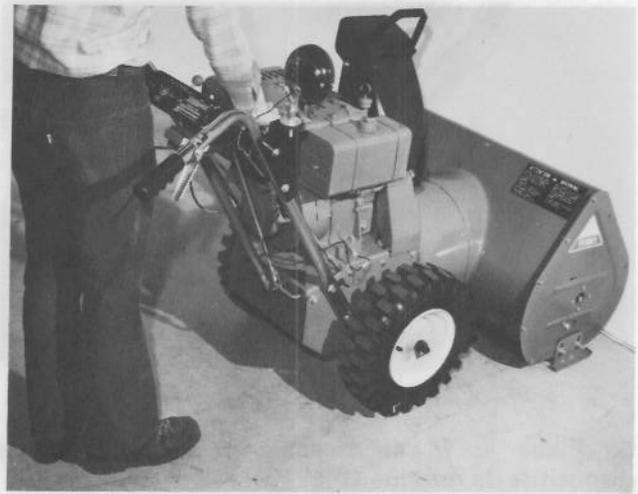

Figure 20
2. Mettez le moteur en marche, embrayez les roues et placez le levier à n'importe quelle vitesse avant. Faites avancer lentement la machine contre un objet solide (un mur ou un poteau) (Fig. 20).